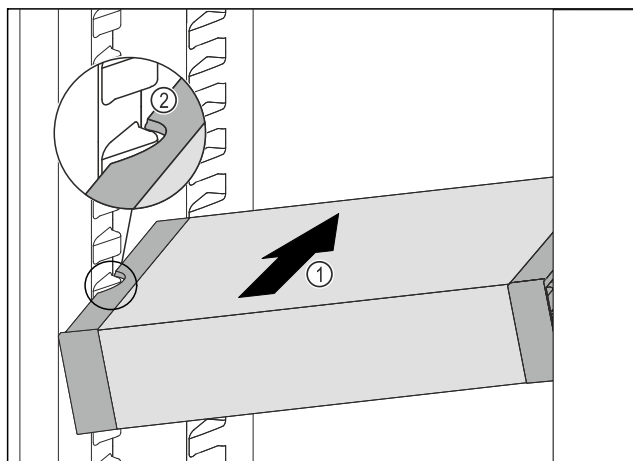

Fig. 128
- Lükake VarioSafe'i kaldu jahutusosasse Fig. 128 (1), kuni VarioSafe'i külgmised väljalõiked Fig. 128 (2) asuvad jahutusosas anumaribi kõrgusel.